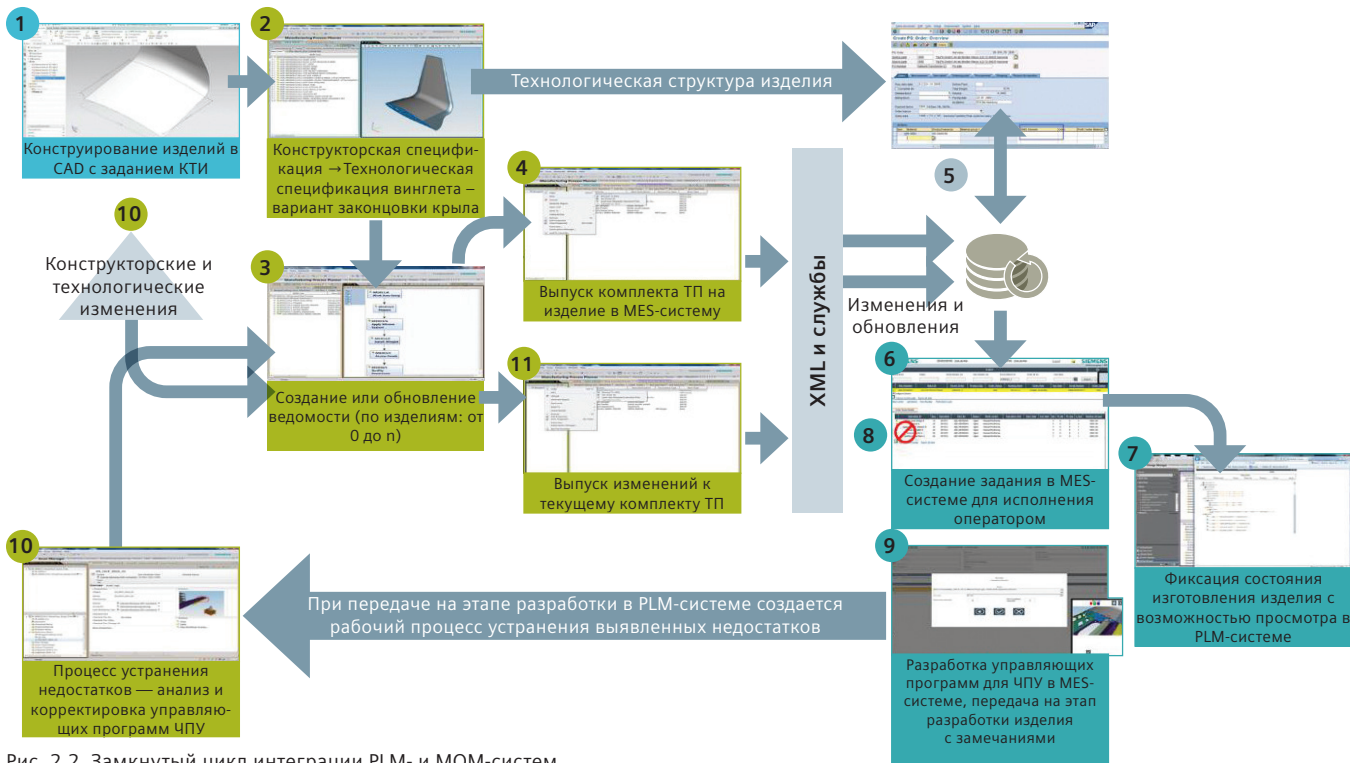

Рис. 2.2. Замкнутый цикл интеграции PLM- и MOM-систем.
- Многие варианты обмена данными и интеграции систем на уровне предприятия предусматривают создание контура обратной связи между различными системами. Хороший пример — фиксация выявленных несоответствий в MES-системе и контроль за их устранением в PLM-системе (см. этап 9 на рис. 2.2). Поэтому мы рекомендуем уже в самом начале внедрения технологии цифрового предприятия планировать создание подобных контуров обратной связи. Именно они обеспечивают эффективный выпуск изделий высокого качества.